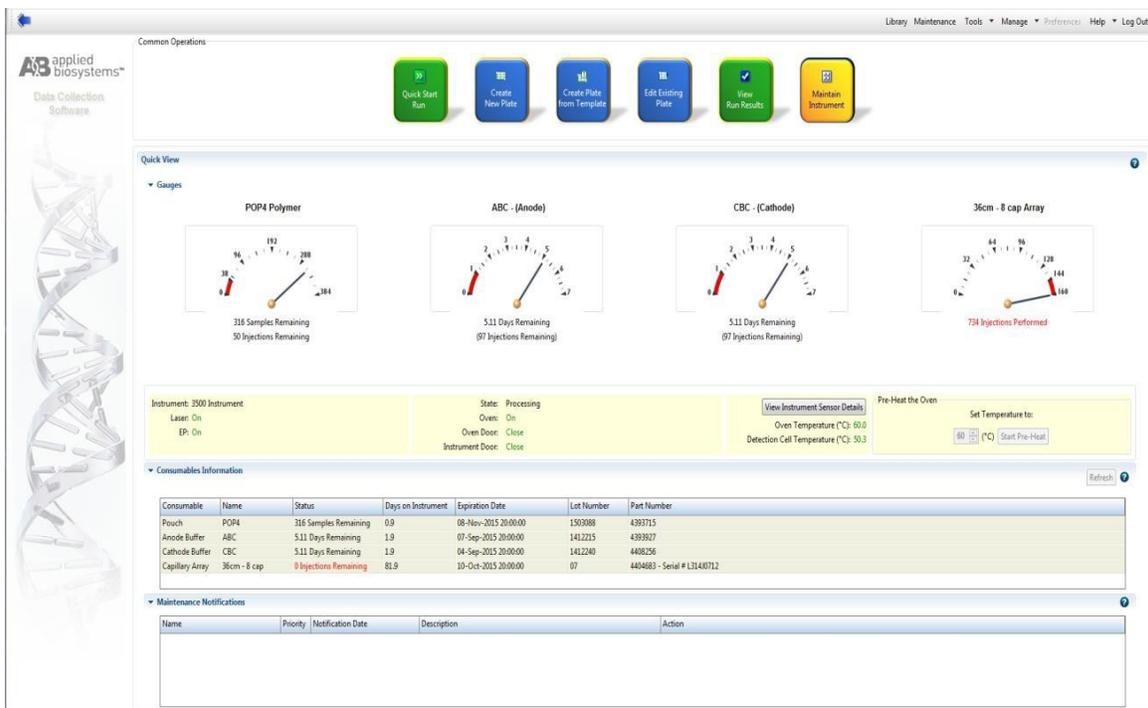

Рисунок 5. Панель мониторинга Dashboard.
8.2.1. Откройте программное обеспечение для сбора данных 3500 Data Collection Software, чтобы запустить панель мониторинга Dashboard (рис. 5). Убедитесь, что информация о расходных материалах Consumables Information и уведомления о техническом обслуживании Maintenance Notifications приемлемы. Установите температуру печи на 60 °C, затем выберите “Start Pre-Heat” (“Начать предварительный нагрев”), чтобы разогреть печь.